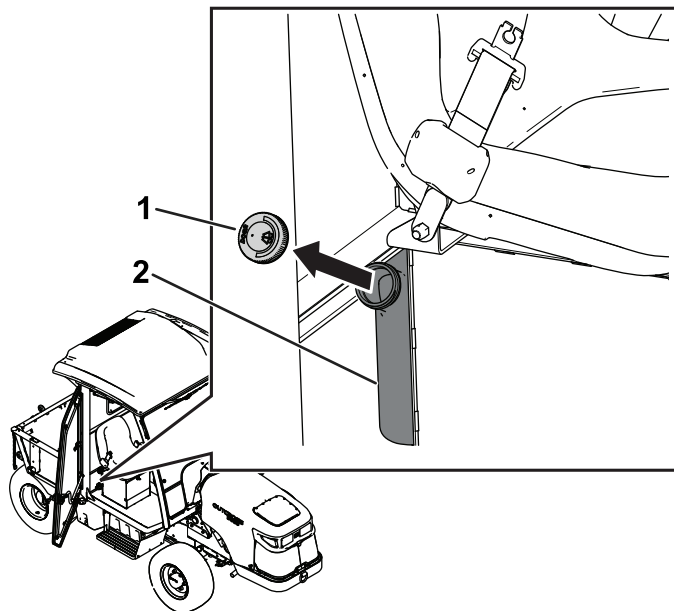

Рисунок 121
1. Снимите крышку бачка (Рисунок 121).